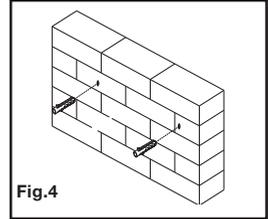

Fig.4
4. Placez la plaque murale sur le mur par-dessus les chevilles insérées et fixez-la à l'aide des tirefonds (A) et des rondelles à tirefonds (B) fournis (voir fig. 4). **Ne serrez pas trop ces tirefonds et ne relâchez pas le support avant que tous les tirefonds soient vissés.** Assurez-vous que la plaque murale est toujours à niveau après avoir serré les deux tirefonds.